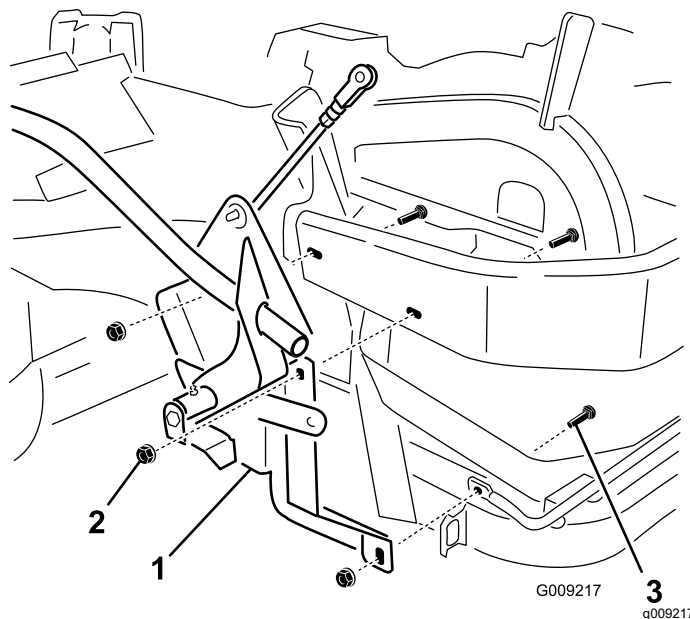

Figura 8
3. Instale el conjunto de palanca y soporte en el lateral de la máquina con 3 pernos de cuello cuadrado ($\frac{3}{8}$ " x $1\frac{1}{4}$ ") y 3 tuercas con arandela prensada (arandela grande, $\frac{3}{8}$ "), como se muestra en la Figura 8.